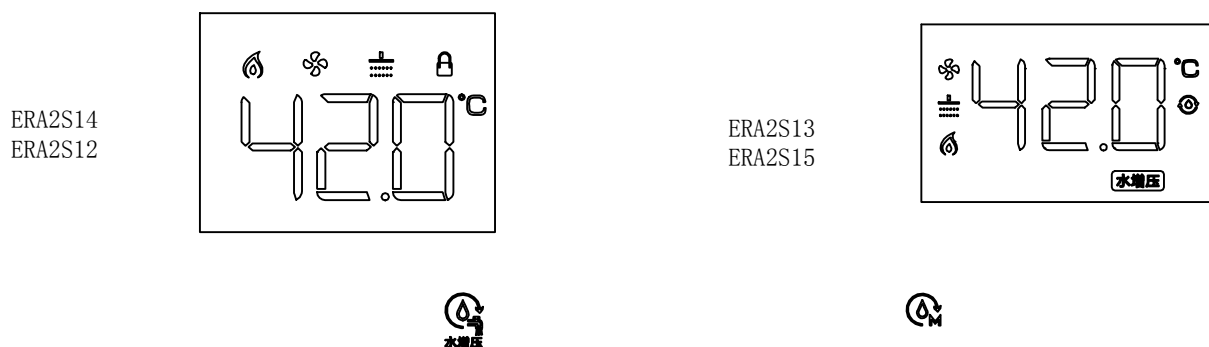

图32
3. **水增压模式**（图32）用户根据个人喜好，可选择水增压模式，微电脑通过计算后，自动调整水量增压能力，用户能获得舒适的沐浴感受。